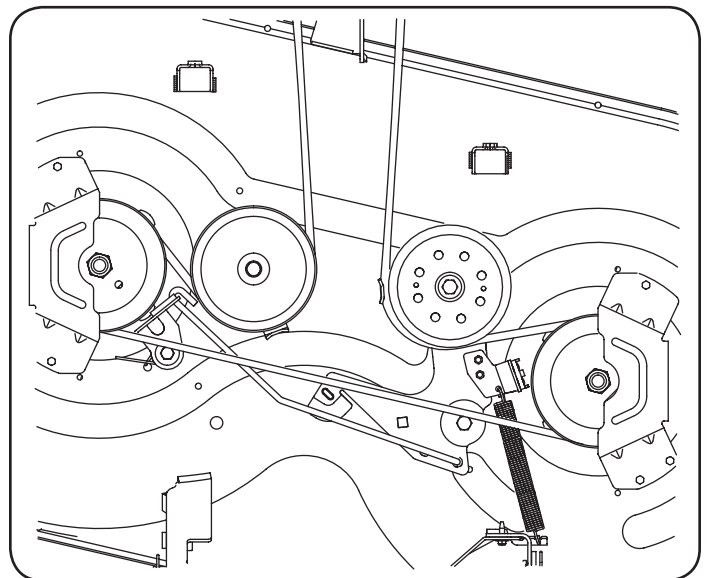
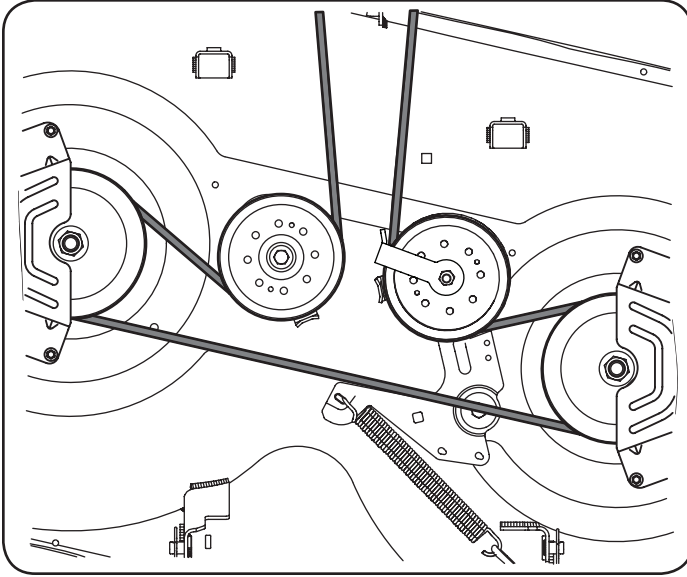
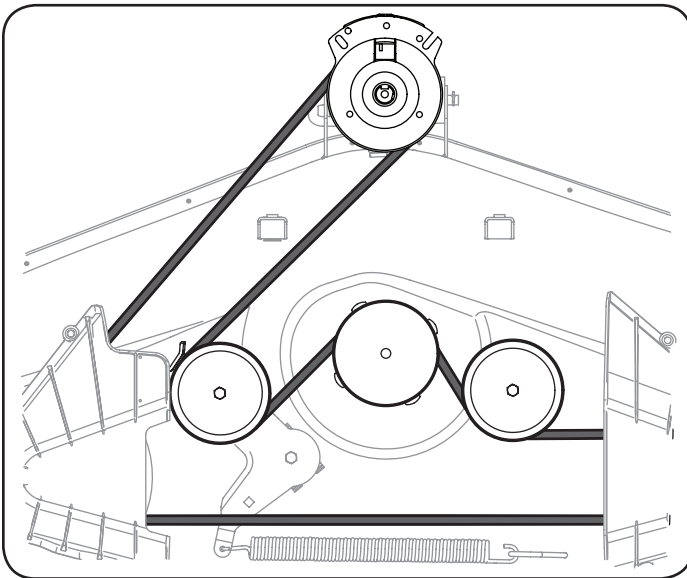

Figura 36
Figura 37
Figura 38
4. Coloque la correa nueva como se muestra en la Figura 36 para 42" Cubiertas, Figura 37 para 46" Las cubiertas y la Figura 38 para 54" de skate.